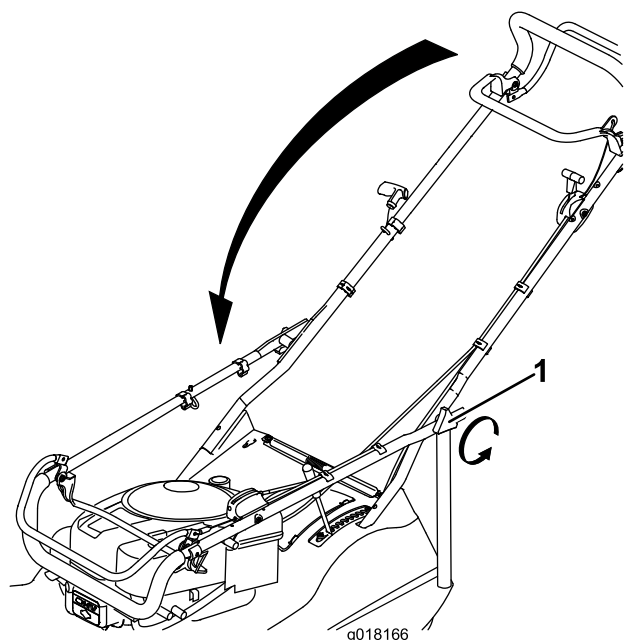

Figura 30
2. Fate ruotare la stegola in avanti (Figura 30).